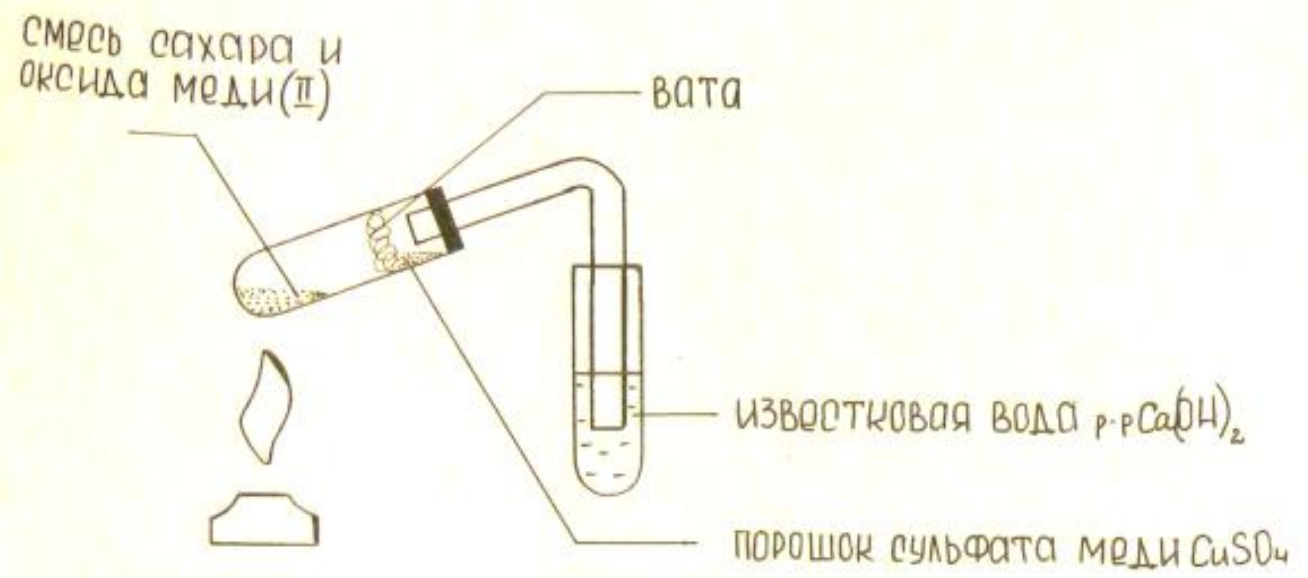

Рис.1 Качественное определение углерода и водорода
Смесь из 1 г порошка оксида меди (II) и небольшого количества (0,2 г) парафина или сахара хорошо перемешайте и поместите на дно сухой пробирки. Придав пробирке горизонтальное положение, внесите в неё в виде пробки небольшой кусочек ваты и насыпьте на неё немного обезвоженного сульфата меди. Закройте пробирку пробкой с газоотводной трубкой так, чтобы порошок сульфата меди (II) находился возле пробки. Конец газоотводной трубки опустите в пробирку с известковой водой (рис.1).